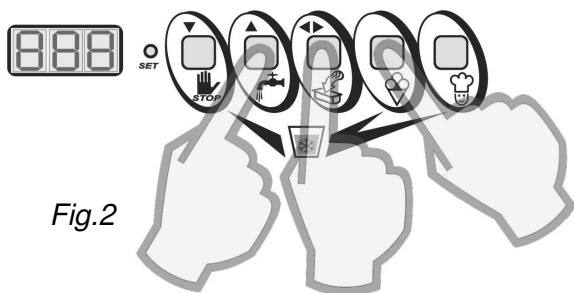

Fig.2
4. Premere i tasti "**AGITAZIONE (▲)**", "**AUTOMATICO**" ed "**ESTRAZIONE (◀▶)**" per digitare la password e confermare (Fig. 2). In caso non si conosca la password, rivolgersi al servizio di assistenza Frigomat.